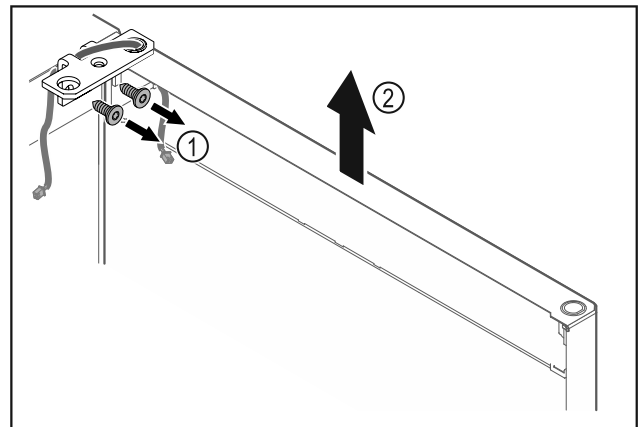

Fig. 15
- ▶ Odskrutkujte uholník závesu Fig. 15 (1).
- ▶ Zdvihnite dvere vrátane uholníka závesu Fig. 15 (2) cca 200 mm nahor a odoberte ich.